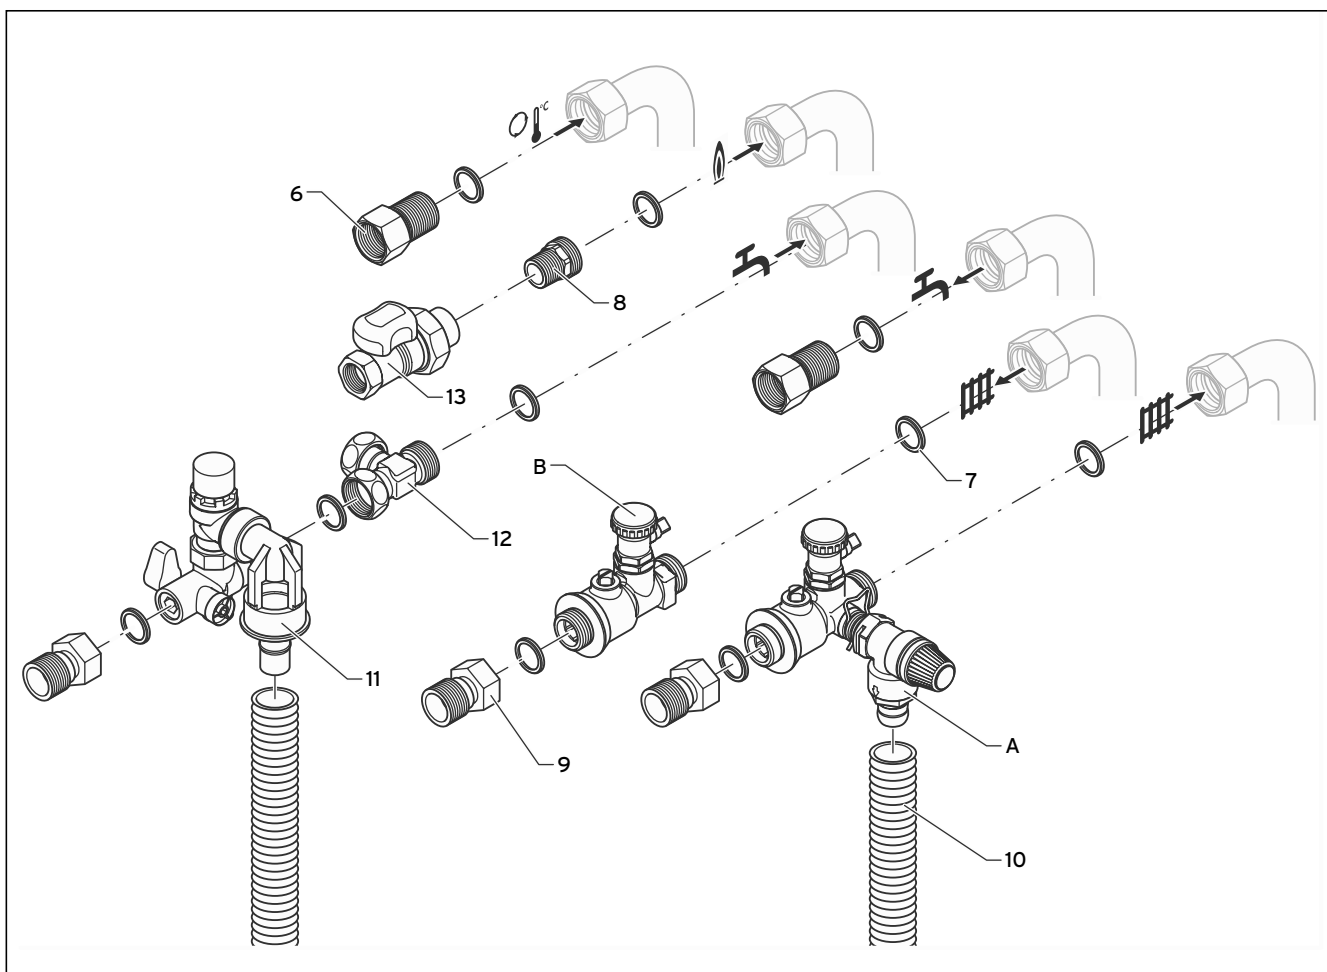

Fig. 4.6 Vue d'ensemble des raccords de l'appareil
- Montez le groupe de sécurité (11) sur le raccord de l'appareil. Voir fig. 4.6.
- Montez le tuyau d'évacuation (10, voir fig. 4.6) sur le groupe de sécurité (11).
- Montez la pièce de raccordement (9, voir fig. 4.6) sur le groupe de sécurité (11).
- Raccordez la conduite d'eau potable de l'immeuble à la pièce de raccordement (9) et insérez-y la conduite.
- A l'aide du tuyau d'évacuation (10), établissez la liaison entre la soupape de sécurité (24) et l'entonnoir d'évacuation (14).
- Montez la pièce en T (12) sur le raccord de l'appareil avec un joint plat. Voir fig. 4.6.
- Montez le groupe de sécurité (11) sur la pièce en T avec un joint plat (12).
- Montez la pièce de raccordement (9) sur le groupe de sécurité avec un joint plat (11).
- A l'aide du tuyau d'évacuation, (10), établissez la liaison entre la soupape de sécurité (24) et l'entonnoir d'évacuation (14).
- Raccordez le raccord latéral de la pièce en T (12) au vase d'expansion d'eau potable.
- Montez la pièce de raccordement (6) sur le raccord d'eau potable (chaude) de l'appareil avec un joint plat. Voir fig. 4.6.
- Raccordez la conduite d'eau potable de l'immeuble à la pièce de raccordement (6) et insérez-y la conduite.